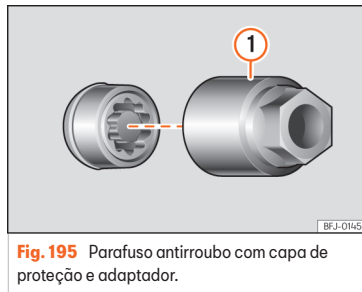

Fig. 195 Parafuso antirroubo com capa de proteção e adaptador.
- Encaixe o adaptador especial >>> Fig. 195 ① (ferramenta de bordo >>> Página 268) no parafuso antirroubo da roda até ao limite.